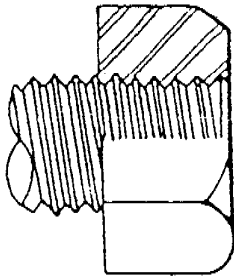
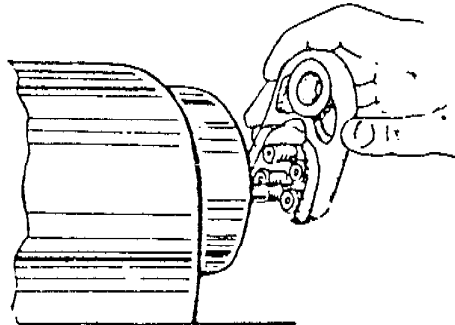

Figura 10
Figura 11
**7° Paso- Verifique la rosca con ayuda de una tuerca calibradora ( Figura 10 ) o con un calibre de tolerancias ( Figura 11 ).**